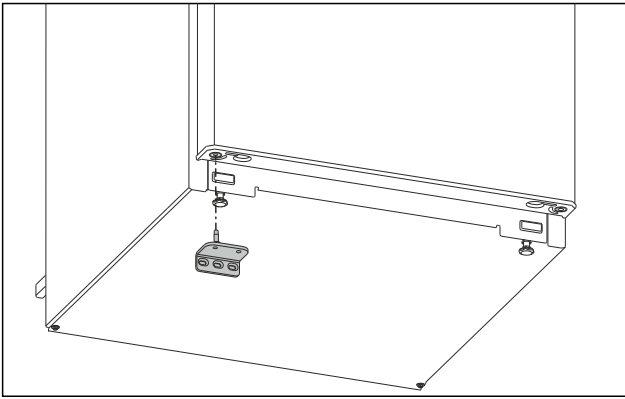

Fig. 16
- Vendosni bazamentin mbështetës të poshtëm në anën e kundërt. (shihni Fig. 16)